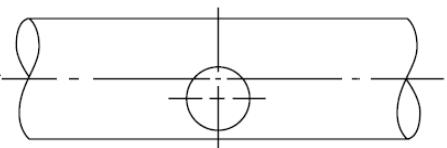

Рис. 2. Отверстие на трубе
- Слейте воду из системы и просверлите отверстие в трубе. Убедитесь, что отверстие перпендикулярно центру трубы, как показано на рис. 2, в противном случае лопасть может заклинивать.